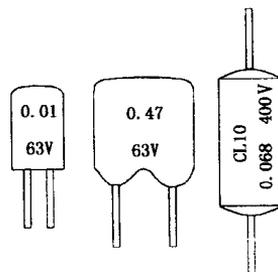

图 1-2-5
(4) 有机薄膜电容。这种电容以涤纶膜或聚苯乙烯膜等为介质，其外形如图 1-2-5 所示。这种电容的绝缘电阻高、介质损耗小，可用于较高频率电路中。其中涤纶电容因体积小、容量较大，可作旁路或滤波之用。
(5) 铝电解电容。这种电容是有极性的。它的正极是覆盖氧化铝薄膜的铝箔，而负极是没有氧化铝的铝箔，两极密封在糊状电解液中。这种电容的特点是容量大，适于电源滤波和音频旁路之用。
(6) 钽电解电容。钽电解电容分固体钽电容和液体钽电解电容。钽电解电容不仅体积小、容量大，而且绝缘电阻高、性能稳定、寿命长，可长期储存使用，但价格较高。这种电容器适用于精密电子仪器的低频电路和定时电路中。钽电解电容也是有极性的电容。